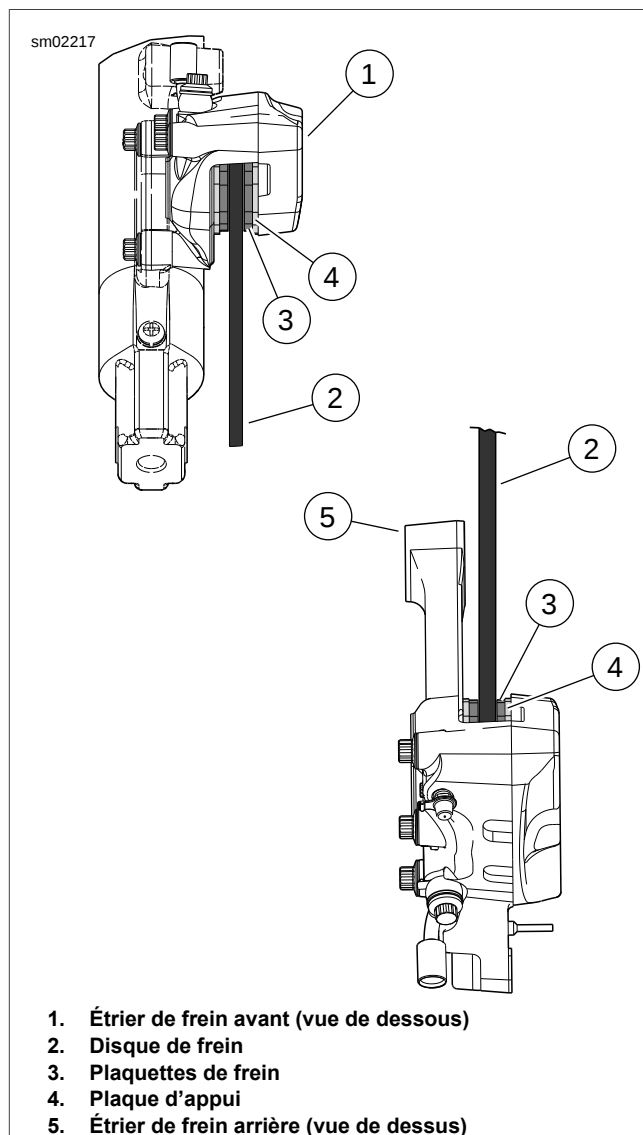

Figure 1-35. Inspection des plaquettes de frein
Voir Figure 1-35. Remplacer les plaquettes de frein (3) si le matériau de friction de plaque de frein sur l'étrier avant ou arrière est usé à 1,02 mm (0,04 po) ou moins au-dessus de la plaque d'appui (4). Toujours remplacer les deux plaquettes dans l'étrier en même temps. Voir 1.16 PLAQUETTES ET DISQUES DE FREIN. Remplacement des plaquettes de frein.